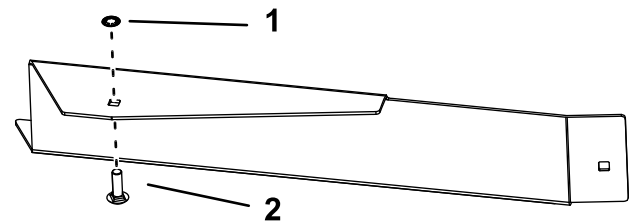

図 17
4. 図 17のように、前バッフルにキャリッジボルトとプッシュナットを取り付ける。